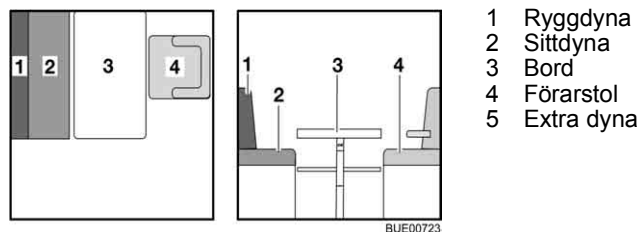

Bild 121 Före ombyggnaden
- Vrid förarstolen (Bild 121,4) och skjut fram den så långt det går.
- Bygg om bordet (Bild 121,3) till sängbotten (se avsnitt 6.11).
- Lägg ryggdynan (Bild 121,1) åt sidan.